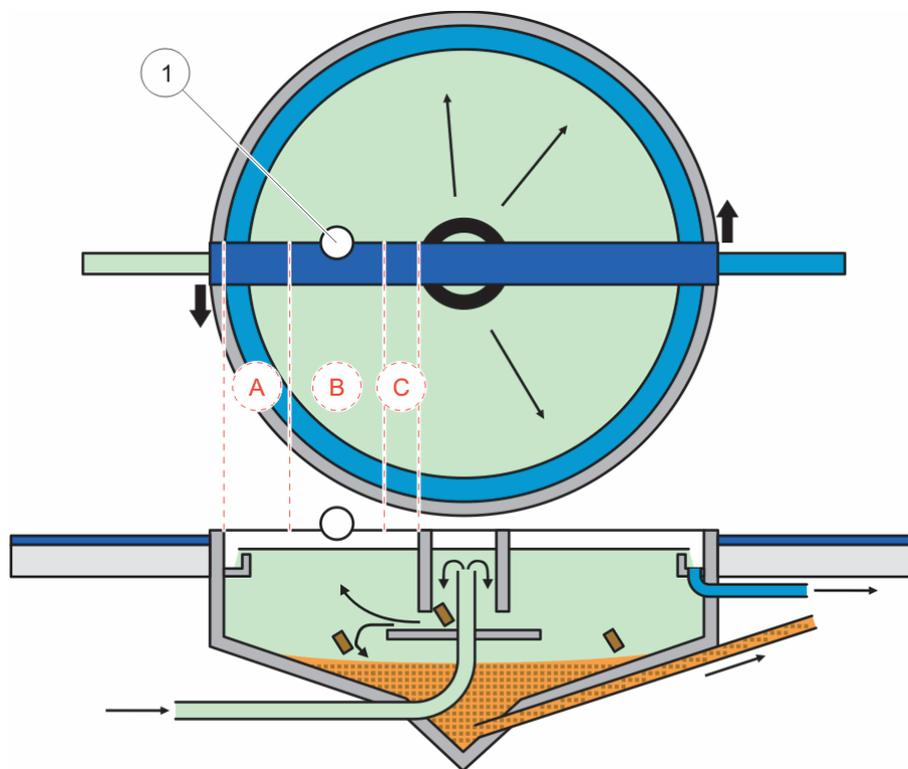
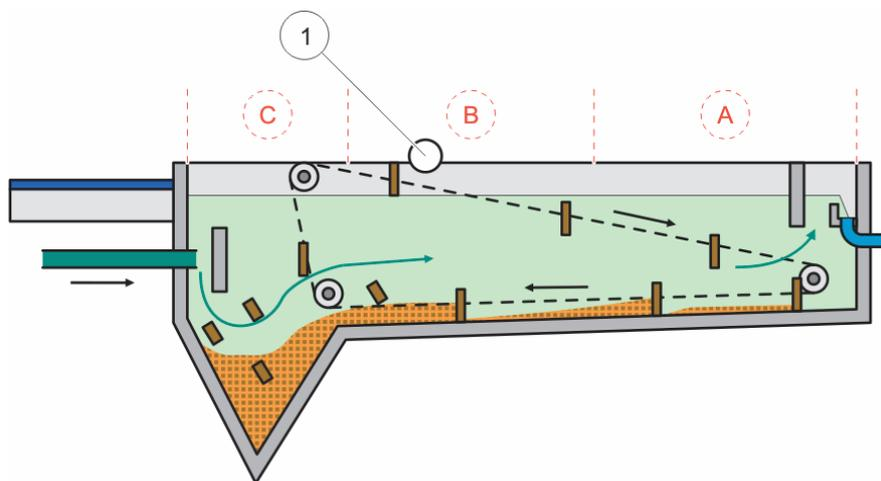

Figura 7 Grafico della vasca rotonda
Figura 8 Grafico della vasca rettangolare
Individuare un punto di misurazione adatto in base al tipo di vasca. I grafici che seguono illustrano degli esempi tipici per una vasca rotonda e una vasca rettangolare. Il punto (1) nella Figura 7 e nella Figura 8 è una sede di misurazione adatta.
Nota: nota di installazione: per vasche rotonde con carroponete a rotazione, installare la sonda nella direzione di rotazione sulla parte posteriore del carroponete (Figura 7).